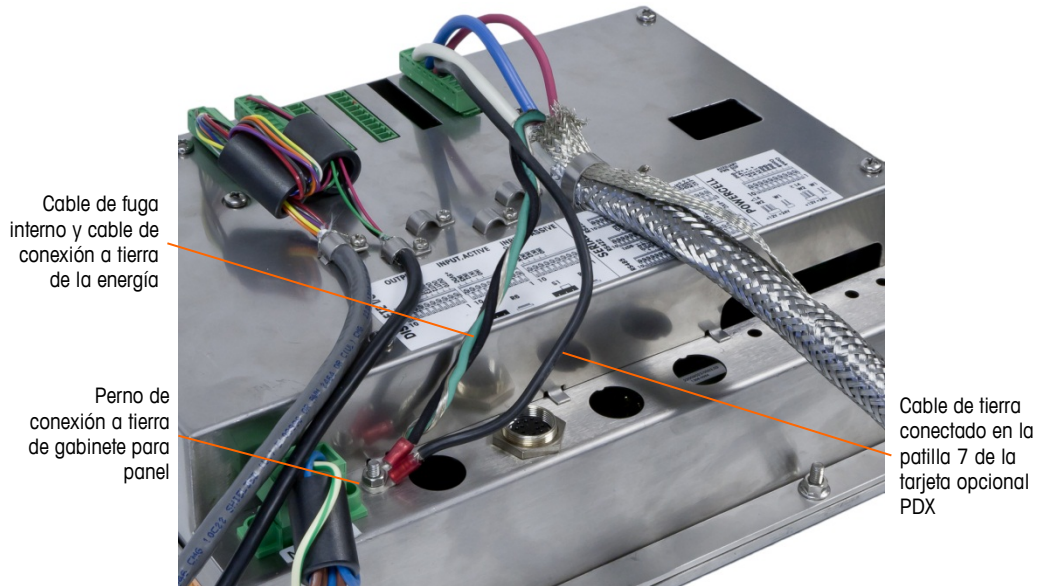

Figura A-53: Conexión a tierra de energía terminada del cable de conexión PDX, gabinete para montaje en panel
6. Para un gabinete para montaje en panel del IND780, haga las terminaciones descritas en el paso 5 en el perno de conexión a tierra externo que se indica en la Figura A-53.